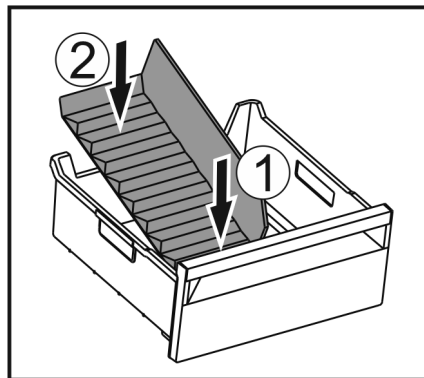

Fig. 146
- ▶ Поставете предната част на разделителя на отделението за лед. Fig. 146 (1)
- ▶ Спуснете задната част на разделителя на отделението за лед до дъното на чекмеджето. Fig. 146 (2)